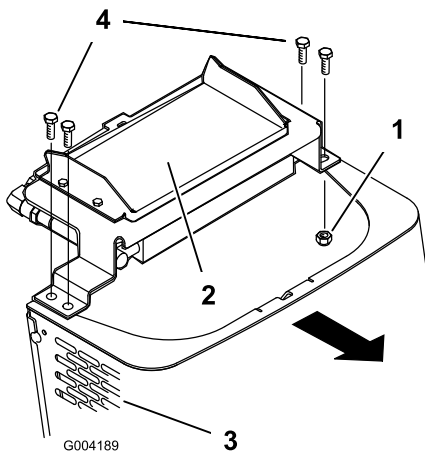

Figura 28
6. Retire los pernos de cuello largo y las tuercas que fijan el enfriador de aceite a la parte superior de la rejilla delantera (Figura 28).